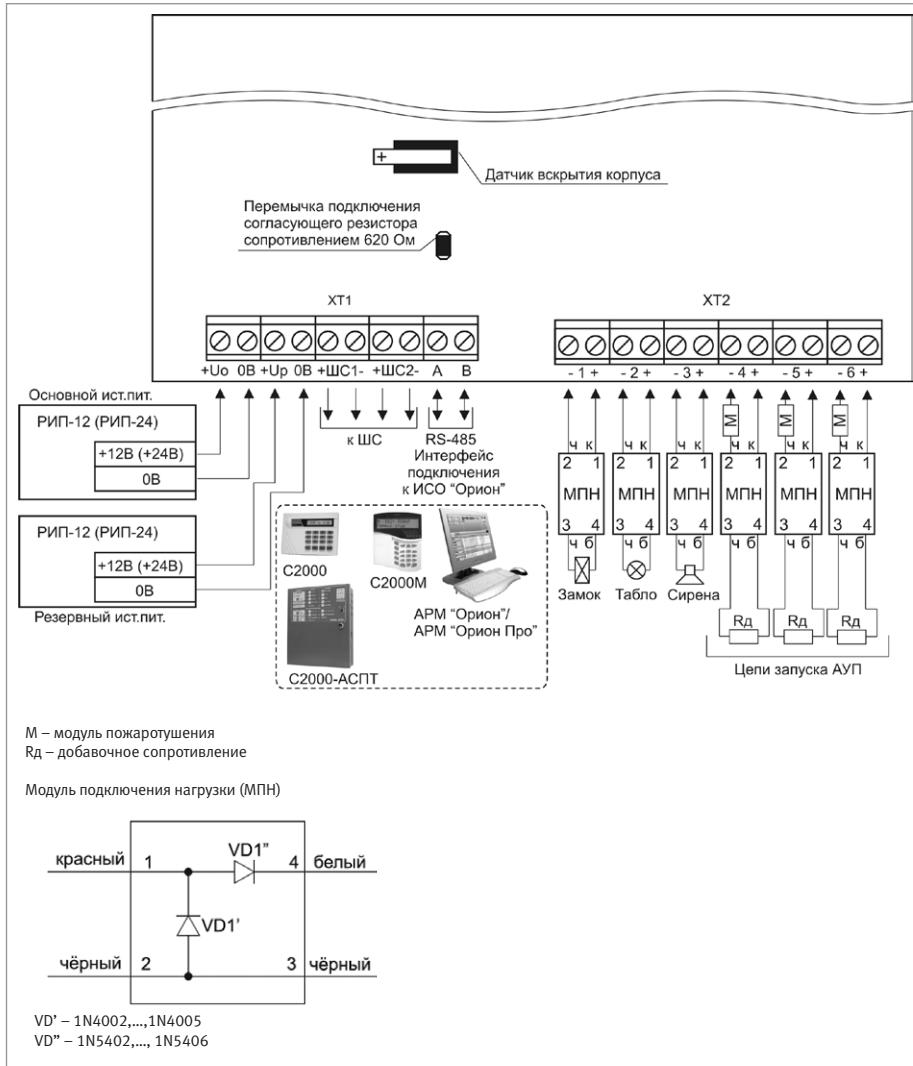

Рисунок 6.
1. Схема внешних соединений блока С2000-КПБ приведена на рис.6